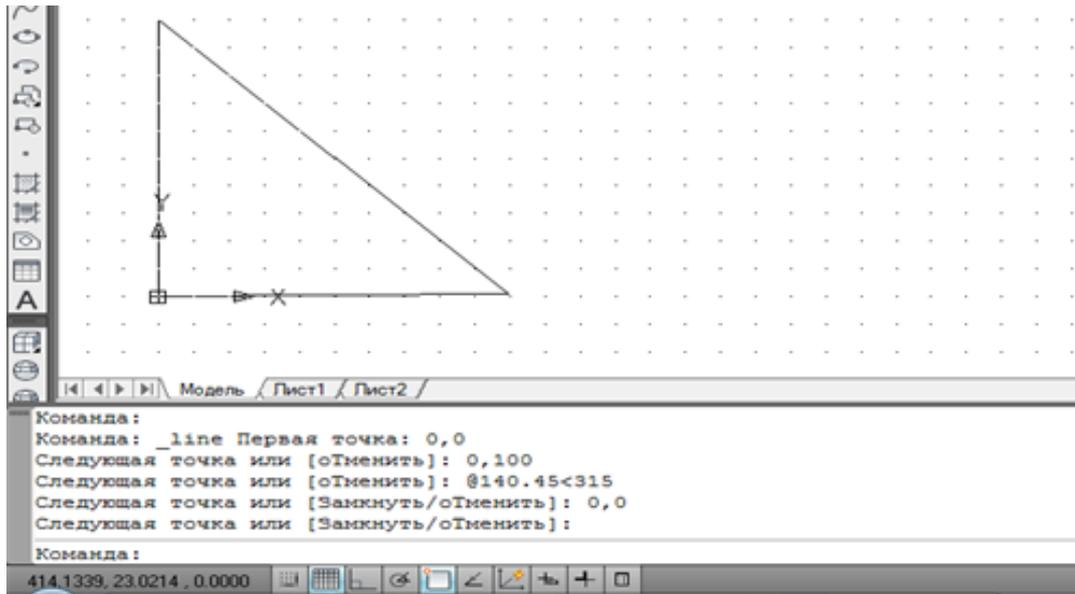

Рис.7.Набор координат с клавиатуры
3. Далее ведите диалог так, как показано на рис.7.